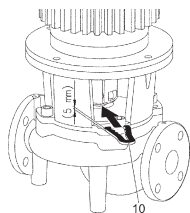

Fig. 13: Ansetzen der Montagegabel
10. Montagegabel (Fig. 13, Pos. 10) zwischen Laterne und Kupplung schieben. Die Montagegabel muss spielfrei sitzen.
13. Montagegabel (Fig. 13, Pos. 10) zwischen Laterne und Kupplung schieben. Die Montagegabel muss spielfrei sitzen.